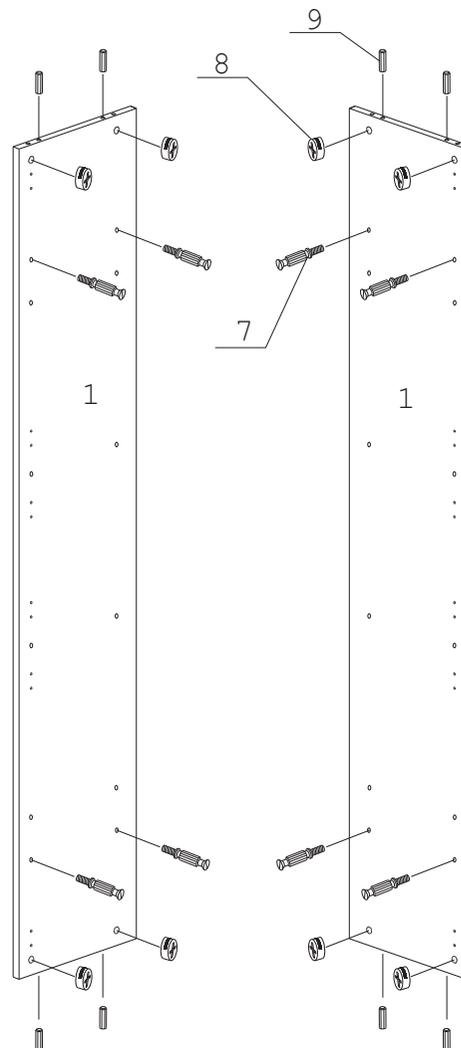
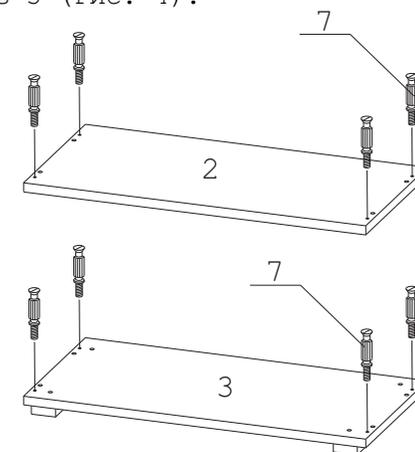

Рис. 3
Рис. 4
2. Вставить эксцентрики 8 в отверстия на горизонтальных 4 (Рис. 2) и боках/боках промежуточных 1 (Рис. 3) стрелками к торцевым отверстиям.
3. Вставить шканты 9 в отверстия на торцах боков/боков промежуточных 1 (Рис. 3).
4. Вкрутить дюбели 7 в бока/бока промежуточные 1 (Рис. 3), верх 2 и низ 3 (Рис. 4).